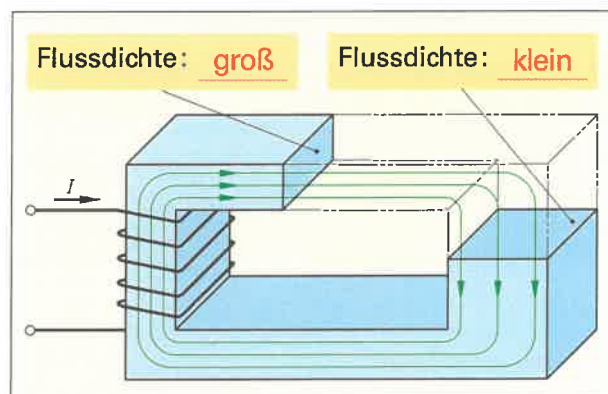

Bild 3: Magnetischer Kreis
9. Vergleichen Sie im Bild 3 die magnetische Flussdichte in den beiden Querschnittsflächen.